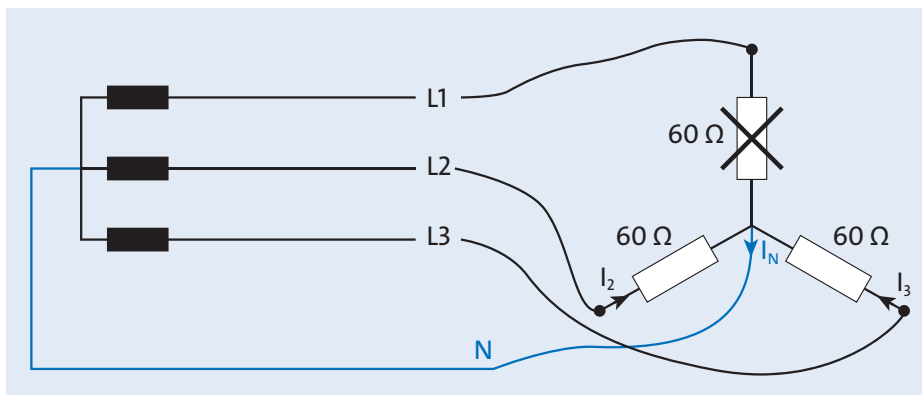

Abbildung 9.32 Ein defekter Widerstand stellt eine Unterbrechung des Stromkreises dar.
b) Wenn ein Widerstand unterbrochen ist, stellt sich die Schaltung so dar wie in Abbildung 9.32.